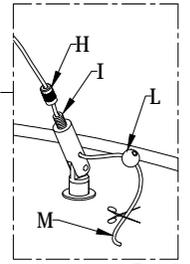

Fig. 3
- Se è necessario aggiustare la montatura, allentare le vite del bloccacavo di sicurezza (L), svitare il particolare (H) regolare il cavo d'acciaio (M) tenendo premuto il particolare (I) quindi richiudere il particolare (H). Riposizionare il bloccacavo di sicurezza (L) e avvitare le vite. Tagliare il cavo in eccesso. (Fig.3)
- If necessary, regulate the structure by loosening the screw of the safety cable look (L), unscrew the detail (H), regulate the steel cable (M) by pressing the detail (I) and then close again the detail (H). Replace the safety cable look (L) and screw the screw. Cut the cable in excess (Fig. 3).